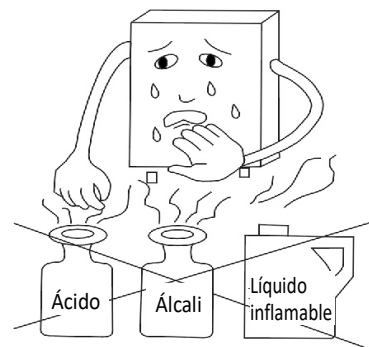

Fig.18
- No almacene inflamables, explosivos ni volátiles cerca del calentador de agua. (Fig. 18)